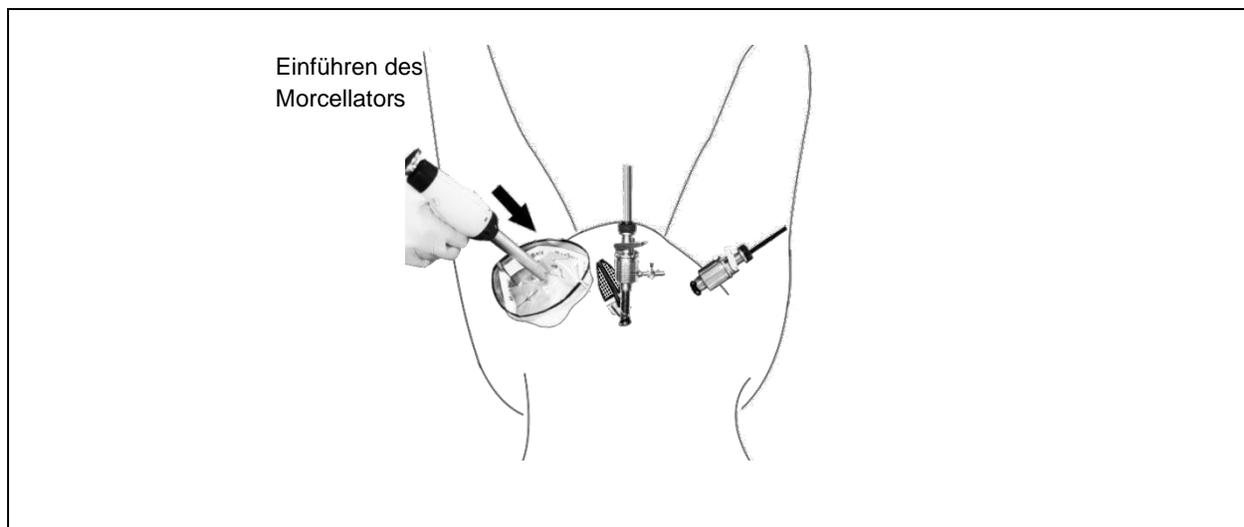

Abbildung 15: Einföhren des Morcellators durch die große Öffnung des MorSafe® Gewebemorcellierungs-Beutels
9.20 Führen Sie einen Morcellator durch die große Öffnung des MorSafe® Gewebemorcellierungs-Beutels ein (Abbildung 15). Vorsicht beim Einführen des Morcellators. Achten Sie darauf, dass die Schneideklingen des Morcellators nicht freiliegen.